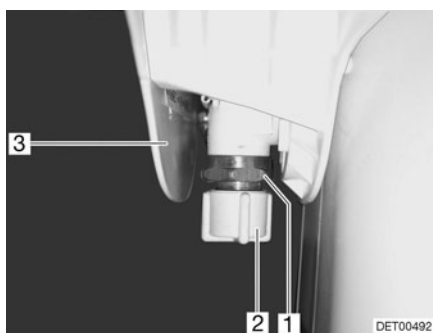

Fig. 242 Vanne toilette à aspiration
- Retirer le couvercle (Fig. 242,3).
- Dévisser le capuchon de fermeture (Fig. 242,2).
- Placer un récipient approprié sous la vanne (Fig. 242,1).